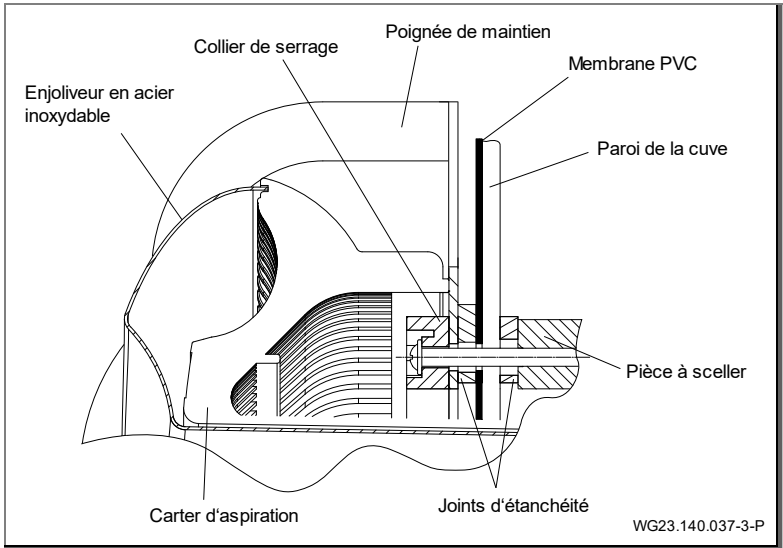
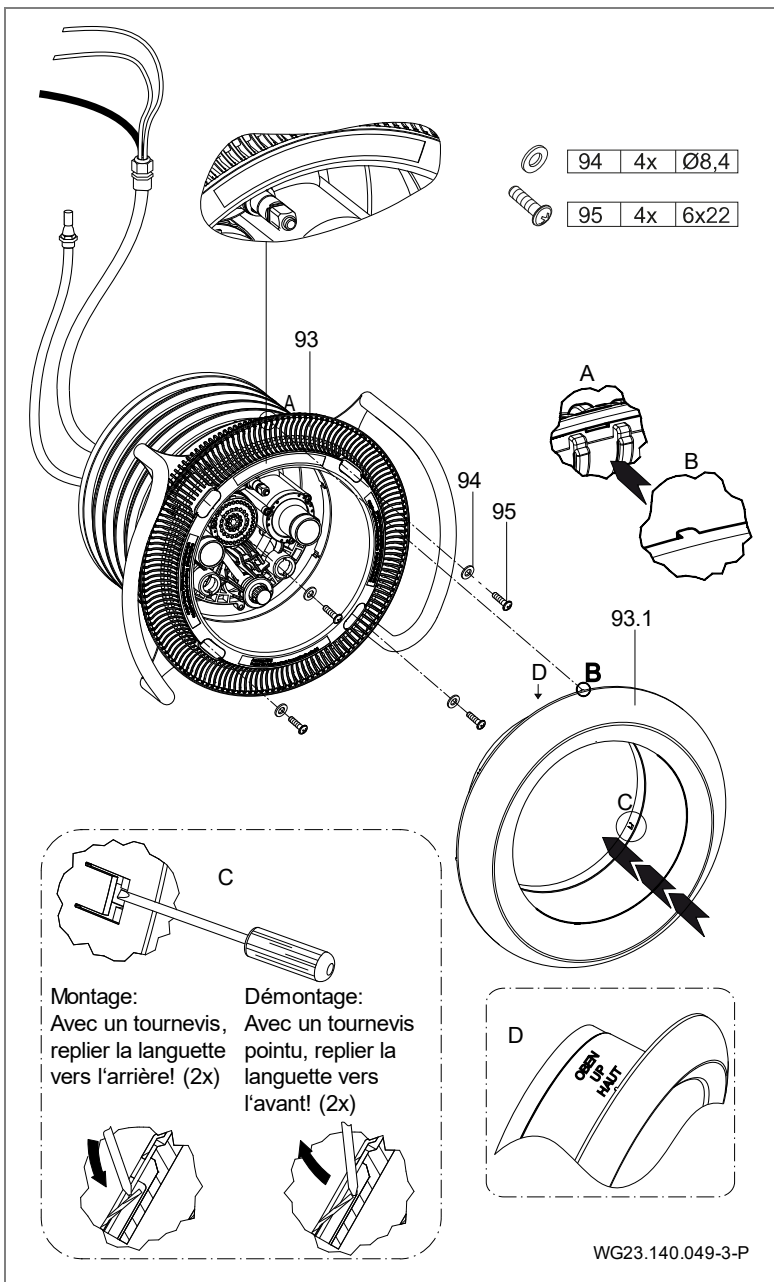
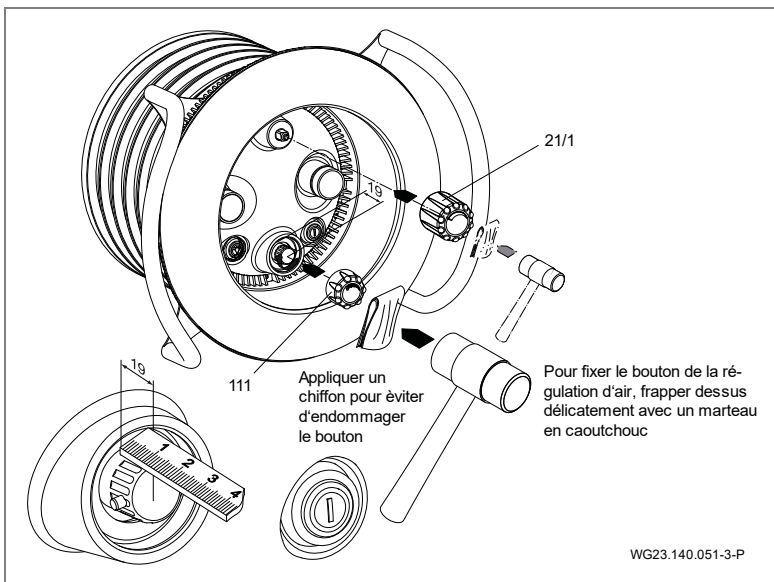

Fig. 11
Fig. 19
Fig. 21
7. Aligner le corps de buses complet (102.1) sur la pièce à sceller (1) et fixer les dix vis auto taraudeuses préassemblées (61). (Fig. 19)
8. Primavera : Glisser respectivement un joint torique (37) sur les boutons-poussoirs pneumatiques (38/1 ; 38/2). Fixer les tuyaux pneumatiques aux boutons-poussoirs correspondants à l'aide de pinces pour flexibles (46). Insérer les deux
Primavera Deluxe : Enfoncer avec précaution les boutons-poussoirs piézo avec deux joints toriques montés dans le boîtier de boutons-poussoirs sur le boîtier de buses. Le cas échéant, utiliser de la vaseline. (Fig. 19)
9. Placer le carter d'aspiration (93) sur le collier de serrage (28) et le fixer avec quatre rondelles (94) et quatre vis auto taraudeuses (95) (Fig. 11). (Fig. 19)
11. Centrer le couvercle de l'éclairage (110) sur le corps de buses (102.1) et le fixer avec quatre vis auto taraudeuses (112). (Fig. 21)
1. Retirer le capuchon de régulation du débit (21/1) et de l'air (111). Sur le modèle BADU JET Primavera Deluxe, il faut desserrer la vis sans tête avant d'enlever le capuchon. Voir "Fig. 21"
2. Desserrer les vis taraudeuses (112) et retirer le capot de lumière (110).
3. Plier les deux brides latérales du cache en acier inoxydable et le retirer. Voir "Fig. 19"
4. Desserrer les vis taraudeuses (95) et retirer le cache d'aspiration (93) ainsi que la poignée de maintien (70).
5. Desserrer les vis taraudeuses (61) si nécessaire. Retirer le boîtier des buses (102.1). Prendre garde ce faisant à la conduite d'air intérieure (4) fixée sur le boîtier de montage (1).
6. Desserrer les vis (52). Retirer la poignée (70), la bague de serrage (28) et le joint de la bague de serrage (27).